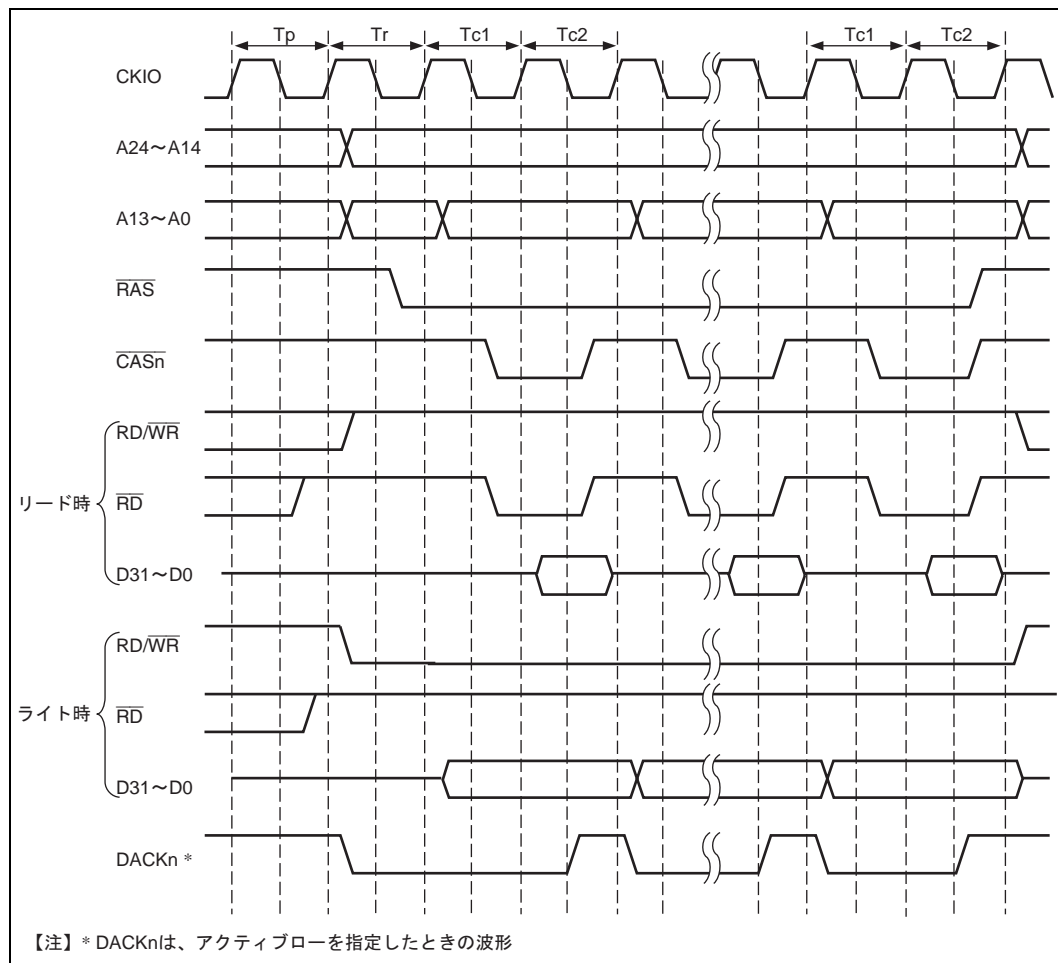

図 7.43 バーストアクセスタイミング
DRAM には、アクセスのたびにロウアドレスを出力してデータをアクセスするノーマルアクセスの他に、同一のロウに対するアクセスが連続する場合、ロウアドレスを 1 度出力した後はカラムアドレスを変更するだけでデータに高速にアクセスできる、高速ページモードを備えているものがあります。MCR のバーストイネーブルビット (BE) の設定によって、ノーマルアクセスと高速ページモードを利用したバーストアクセスを選択することができます。高速ページモードによるバーストアクセスのタイミングを図 7.43 に示します。バーストアクセスを行う場合にも、ウェイトステート制御機能によるサイクルの挿入を行うことができます。